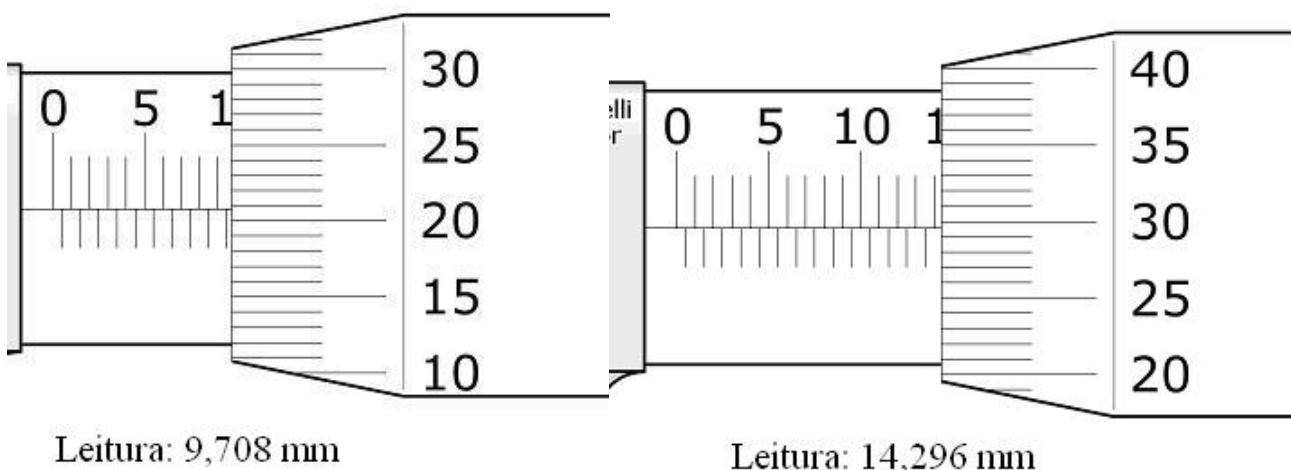

FIG 1.6: Exemplos de leitura com o micrômetro
4. Os inteiros de milímetros da medida são indicados pela última marca superior que aparece na escala do corpo cilíndrico. Caso a última marca a aparecer seja a inferior, o valor indicado pela última marca superior deve ser somado de $0,500\text{ mm}$ (veja Fig.1.6, no centro).
5. A leitura da fração de milímetros é feita no tambor estimando-se o algarismo correspondente a milésimos de milímetro (micro). Observe os exemplos mostrados na Fig. 1.6.